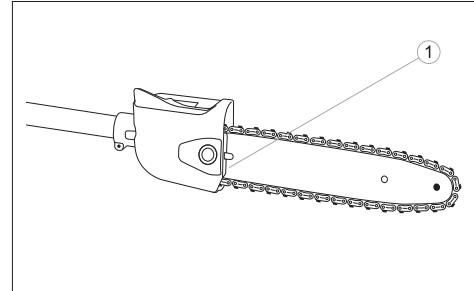

fig. 19
Lösen Sie die Befestigungsmuttern der Schiene (Schutzbdeckung samt der Bremsklappe), drehen Sie die Einstellschraube (1) im Uhrzeigersinn, um die Kette zu spannen. Um die Kettenspannung zu reduzieren, drehen Sie die Einstellschraube (1) gegen den Uhrzeigersinn. Stellen Sie sicher, dass die Kette über dem gesamten Schienenumfang verteilt ist (Abb. 19).
Um zu vermeiden, dass die Baumrinden reißt, die Schiene zurückstößt bzw. verklemmt, beginnen Sie immer mit einem Hilfsschnitt (1) an der Zweigunterseite. Dafür ziehen Sie die Schneidkante tangential durch das untere Zweigteil. Danach nehmen Sie den Querschnitt vor. Hilfsschnitt (Abb. 19).